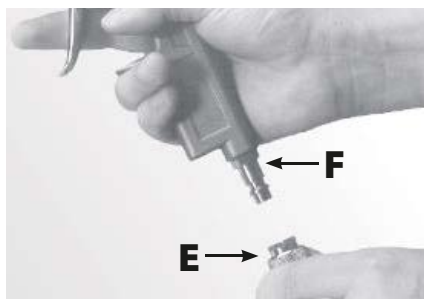

Рис. 2
1. Все пневмоинструменты снабжены быстросъемными штуцерами (см. рис. 2); воздух к инструменту подается через спиралеобразный шланг.
5. Пневмоинструмент подключается к противоположному концу шланга **E**. Подсоедините штуцер **F** с нажимом к шлангу (рис. 2).